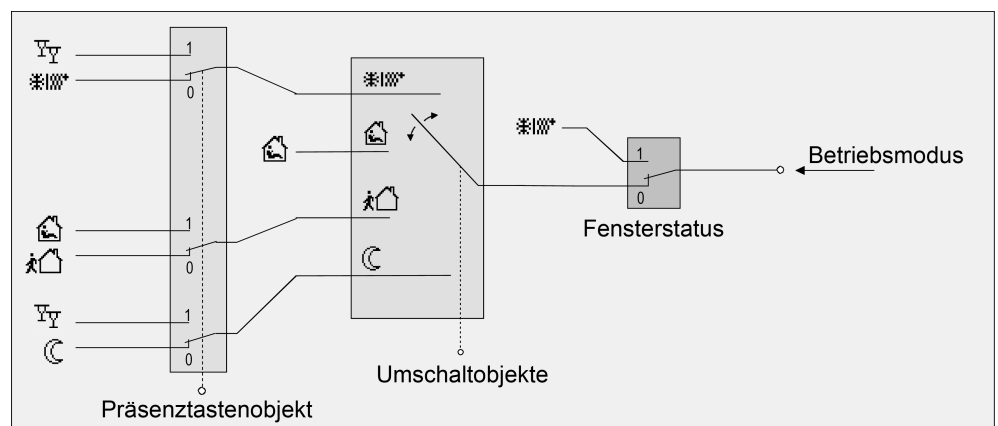
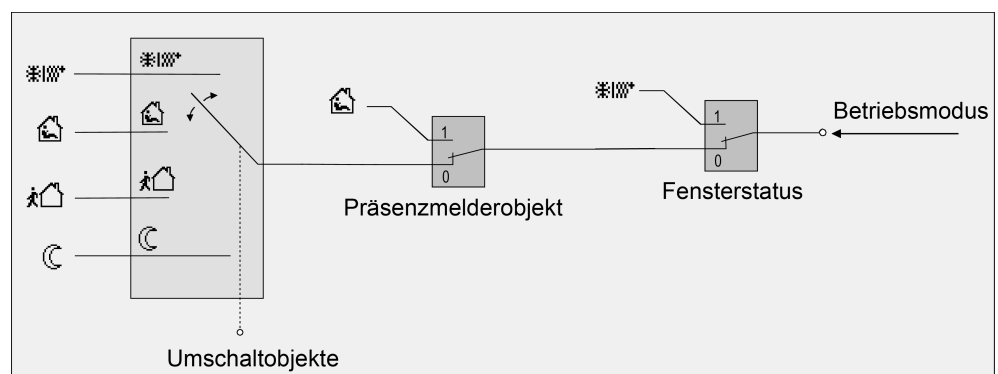

Bild 39: Betriebsmodusumschaltung durch 4 x 1 Bit Objekte mit Präsenztaste
Bild 40: Betriebsmodusumschaltung durch 4 x 1 Bit Objekte mit Präsenzmelder
- Die Betriebsmodusumschaltung "über Schalten (4 x 1 Bit)" Für jeden Betriebsmodus existiert ein separates 1 Bit Umschaltobjekt. Durch jedes dieser Objekte ist es möglich, prioritätsabhängig den Betriebsmodus vorzugeben. Unter Berücksichtigung einer festgelegten Priorität ergibt sich bei einer Betriebsmodusumschaltung durch die Objekte eine bestimmte Umschaltthierarchie, wobei zwischen einer Anwesenheitserfassung durch Präsenztaste (siehe Bild 39) oder Präsenzmelder (siehe Bild 40) unterschieden wird. Zudem kann der Zustand der Fenster im Raum über das Objekt "Fensterstatus" ausgewertet werden, wodurch der Regler bei geöffnetem Fenster, unabhängig vom primär eingestellten Betriebsmodus, in den Frost-/Hitzeschutzbetrieb wechseln kann, um Energie zu sparen.